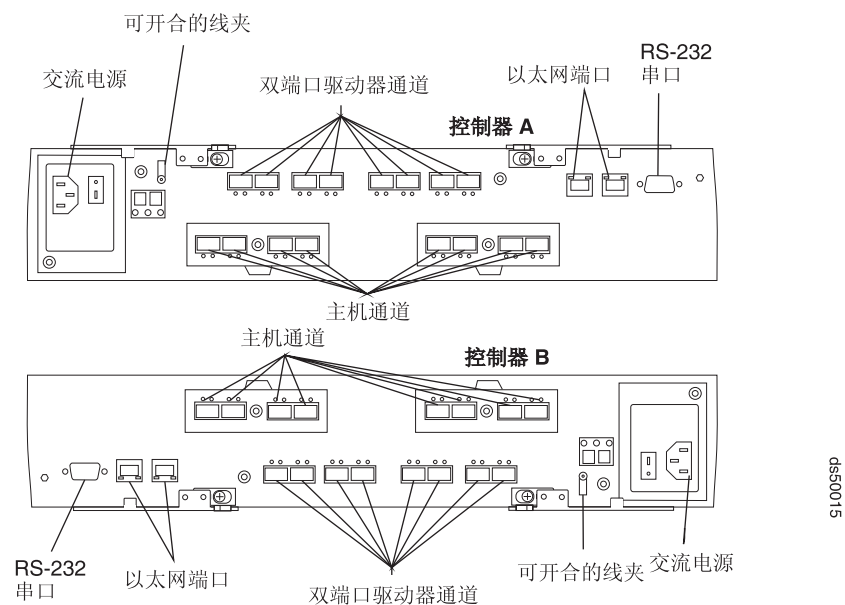

图 120. 每个控制器背面的接口。每个主机通道都不同，这取决于主机接口卡。
9. 从正在升级或更换后的控制器断开所有连接的接口电缆，包括 SFP 模块。请确保为所有电缆都贴上了标签，以便可以将它们重新正确地连接到新的或升级过的控制器上。第 185 页的图 120 显示了控制器背面接口的位置。